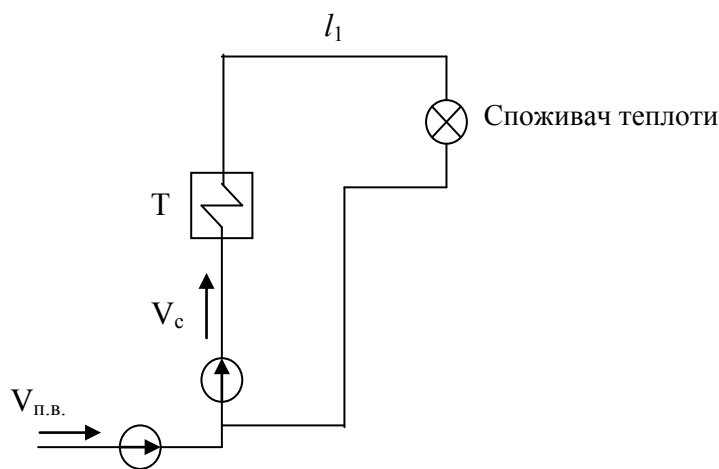

Рисунок 3.1
3.1.4 Теплопостачання району здійснюється по двотрубному теплопроводі (рис. 3.1) з внутрішнім діаметром труб $d_{\text{в}} = 400 \text{ мм}$ довжиною $l_1 = 40000 \text{ м}$. Витрата мережної води $Q_{\text{м.в.}} = 500 \text{ м}^3/\text{год}$. Витрата води для підживлення при температурі води в мережі $95 \text{ }^\circ\text{C}$ $Q_{\text{п.в.}} = 5 \text{ м}^3/\text{год}$.
дини проводиться рівномірне підвищення температури води в теплообміннику (Т) від 70 до 95 °С при незмінному тиску в мережі (див. рис. 3.1).